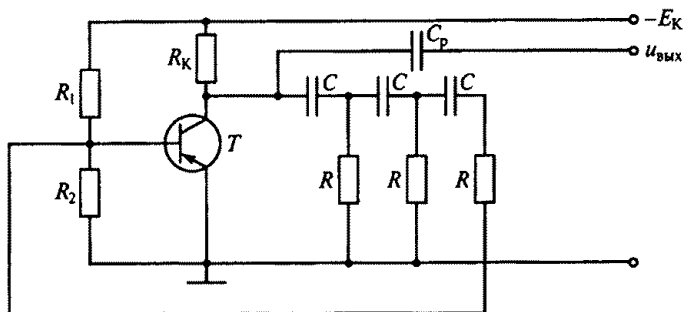

Рис. 212
8.40. В схеме RC -автогенератора на рис. 212 положительная обратная связь образована тремя RC -звеньями, каждое из которых обеспечивает одинаковый фазовый сдвиг 60° . Является ли такое соотношение фазового сдвига обязательным?